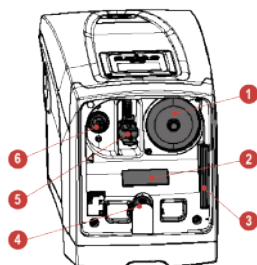

Abbildung 3
- Über das Technikfach sind folgende Zugriffe möglich (siehe Abb.3):
Das Ausdehnungsgefäß wurde mit Luft über das Ventil vorversorgt, auf das über das Technikfach zugegriffen werden kann (Abb.3, Punkt 1). Der Vorladewert, mit dem das Ausdehnungsgefäß vom Hersteller geliefert wird, stimmt mit den als Default eingestellten Parametern SP und RP überein und entspricht auf jeden Fall folgendem Verhältnis: